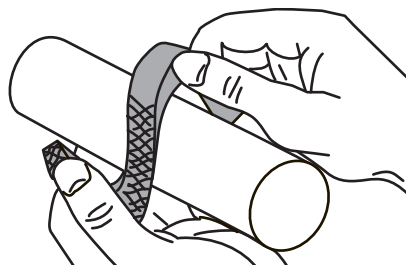

Figura 7: *Piegare assialmente gli anelli di guarnizione.*
- 2 Aprire gli anelli di guarnizione piegandoli assialmente, vedere la figura 7 e montarli sull'albero della pompa. Assicurarsi che le fessure si trovino sempre a 90° l'una dall'altra.
- 4 Aprire il primo anello di guarnizione piegandolo come indicato alla la figura 7 e montarlo sull'albero. Premere a fondo l'anello mediante l'apposita metà di una boccia tagliata in due.